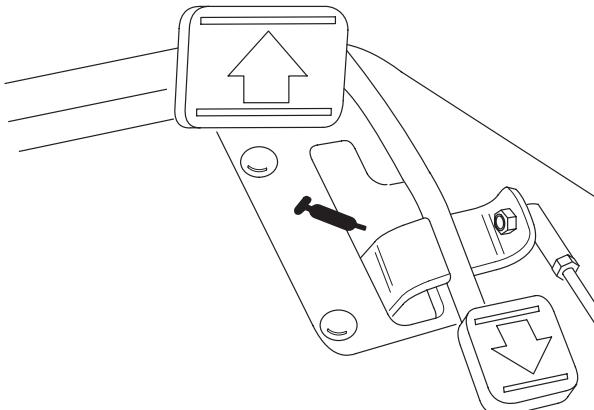

Figure 44
- Pivot de pédale de déplacement (1) (Fig. 44)